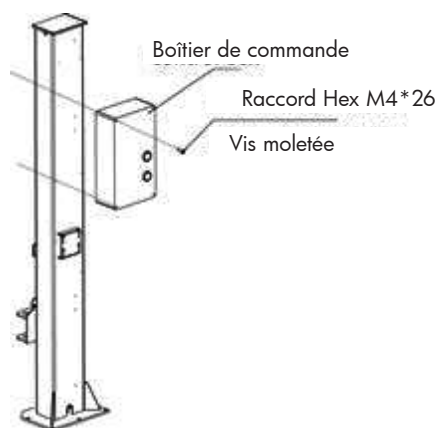

Fig. 10
10. Branchez les câbles (fig. 10).